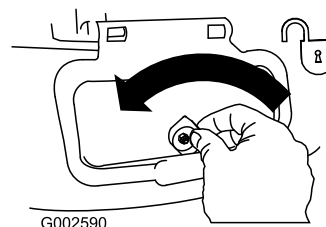

Figure 33
1. Déverrouillez le volet d'éjection latérale (Figure 33).